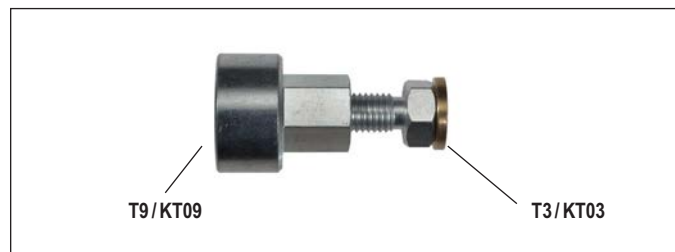

FIGURA 52 - HERRAMIENTA PARA SELLO INTERNO CON LA MORDAZA PUESTA EN EL VEHÍCULO (L1)
Si el trabajo se está realizando en un banco de trabajo, el técnico puede insertar un espaciador de 70 mm (2,76 pulg.) (Consulte la leyenda "E" en la figura 52) en la mordaza (1) para ayudar a evitar la pérdida de acople de la rosca.